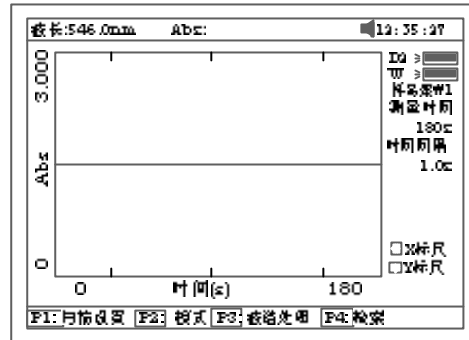

图 53
主界面中按【4】直接进入“动力学测量”界面如图 53 所示。按【ESC/STOP】退回到主界面。
在图 53 之显示界面下按【F1】设置试验参数,包括总运行时间,延时时间和时间间隔。按【】或【】键可选择 Y 轴标尺,图 54 示。
b. 在图 53 中，按【LOAD】键，再按【】或【】键选择后缀扩展名为***.kin 的文件，按【ENTER】确认调入已存动力学实验曲线。